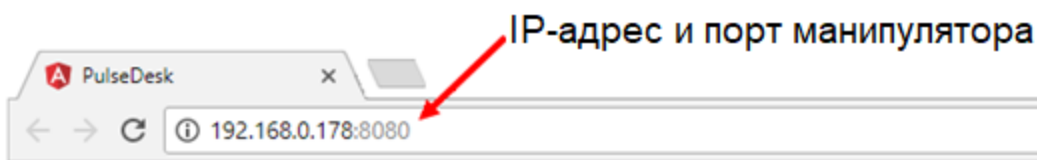

Рисунок 3.2: IP-адрес и номер порта в строке поиска
4. Открыть любой браузер и указать в строке поиска адрес робота-манипулятора и номер порта (см. Рисунок 3.2). На странице браузера отобразится экран Edit (Редактирование) программного обеспечения «PULSE DESK».